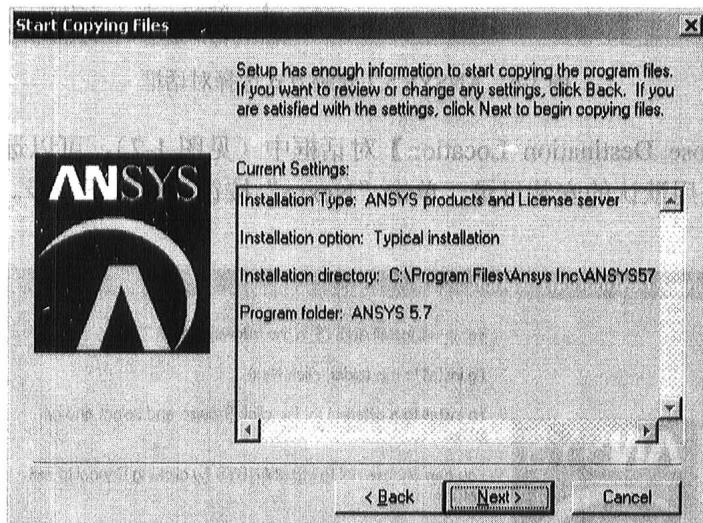

图 1-9 【Start Copying Files】对话框
(10) 在如图 1-9 所示的【Start Copying Files】对话框中, 要求用户确认安装 ANSYS 5.7 的设置。如果要更改设置, 单击“<Back”按钮。如果确认安装设置, 单击“Next>”按钮, 进入下一步。